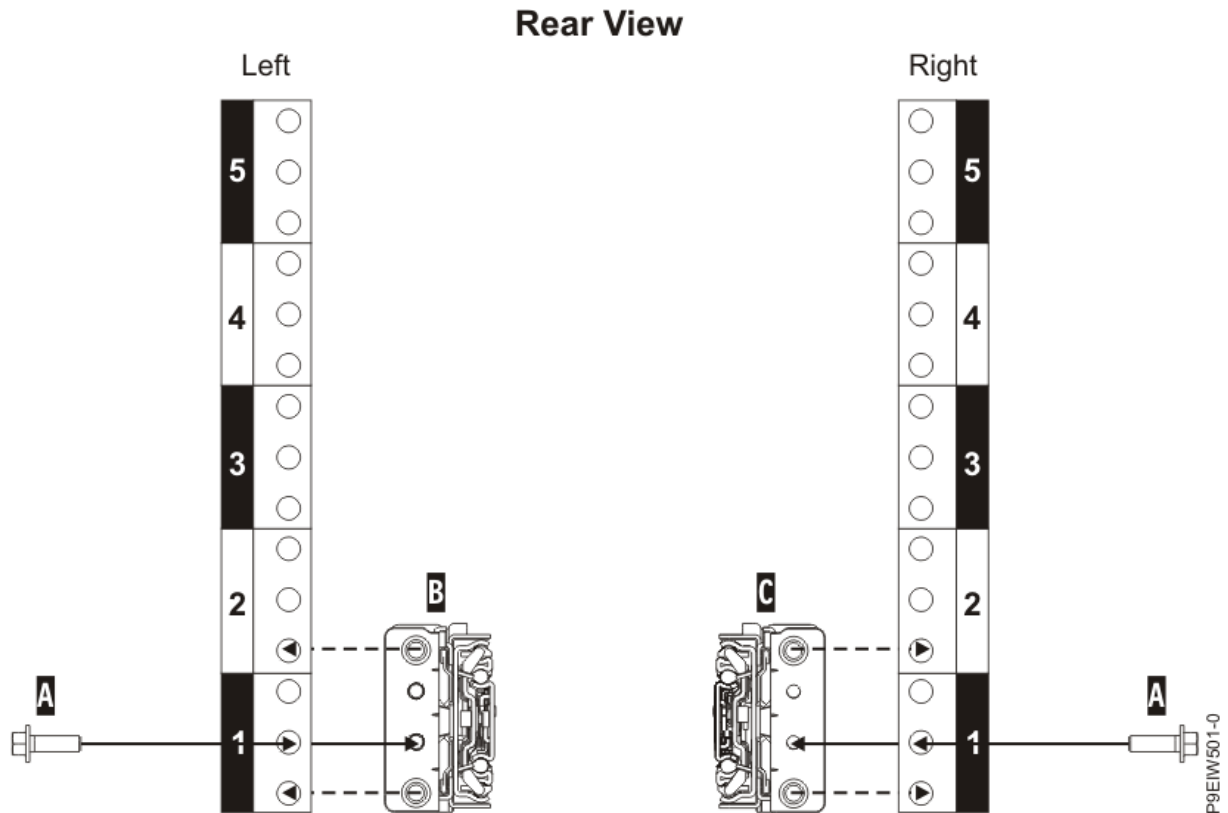

図 3. ラックの背面でのスライド・レールの取り付け
10. 4 ページの図 3 に示すように、M5x16mm ねじ (A) を使用して、左スライド・レール (B) と右スライド・レール (C) を取り付けてください。各ねじを、最下段の EIA ラック単位の中央の穴にある、ねじ山付きスライド・フランジ穴に差し込んで、締めます。